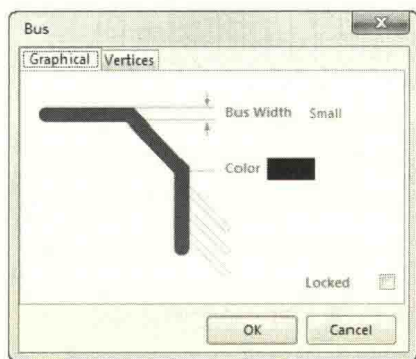

图 4-46 总线属性更改
(2) 在放置状态下按“Tab”键，可以对总线的形状或者颜色进行更改，如图 4-46 所示。